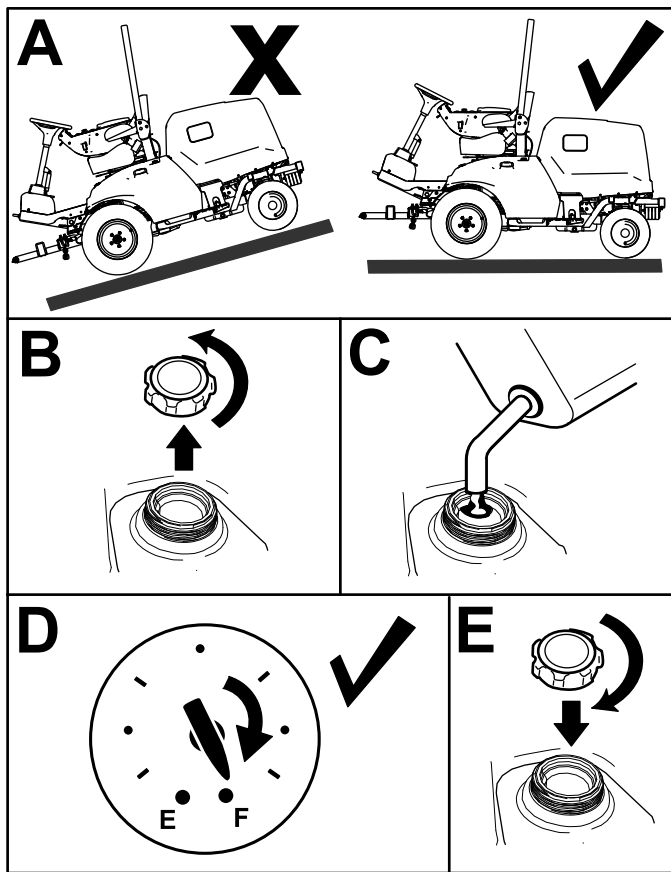

Bild 32
1. Parken Sie die Maschine auf einer ebenen Fläche (**Bild 32**), aktivieren Sie die Feststellbremse, stellen den Motor ab und ziehen den Schlüssel ab.